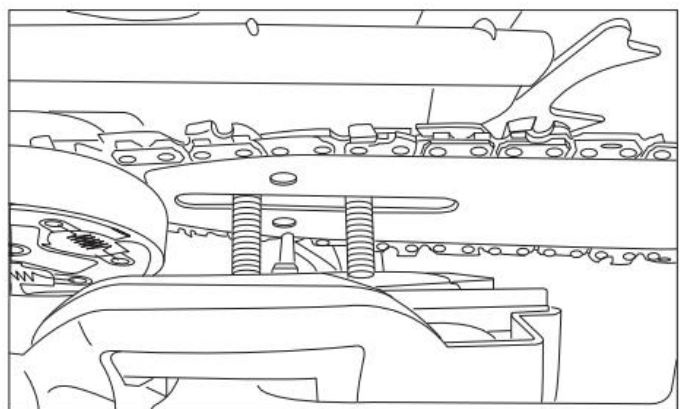

Fig. 8
9. Remettez le couvercle de protection de sorte que les boulons s'insèrent dans les trous prévus et que la goupille de tension de la chaîne s'insère dans le trou inférieur du guide (fig. 8).